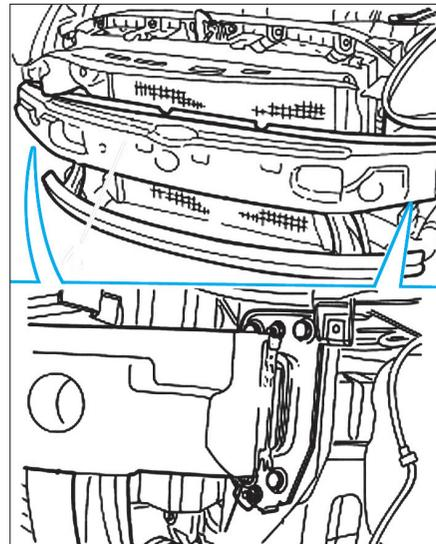

Fig. 8
- la traverse inférieure (4) (Fig.8).